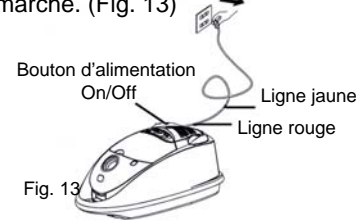

Fig. 13
2. Appuyez sur le bouton On/Off situé sur l'appareil pour mettre l'aspirateur en marche. (Fig. 13)
Remarque: Une fois tous les accessoires en place, étirez le cordon sur une longueur suffisante et insérez la fiche dans la prise murale. Une marque jaune indique la longueur idéale du cordon d'alimentation. N'allongez pas le cordon plus loin que la marque rouge. (Fig. 13)
Votre aspirateur est doté d'un cordon d'alimentation auto rétractable. Pour allonger votre cordon d'alimentation, tirez-le de l'arrière et tirez-le jusqu'à la longueur désirée jusqu'à la marque jaune. (Fig. 13) N'allongez pas le cordon d'alimentation plus loin que la marque rouge. Lorsque le nettoyage est terminé, éteignez l'appareil en premier et débranchez-le ensuite de la prise électrique. Appuyez ensuite sur le bouton de rembobinage du cordon. Si le cordon ne se rembobine pas complètement, tirez-le et appuyez à nouveau sur le bouton de rembobinage.